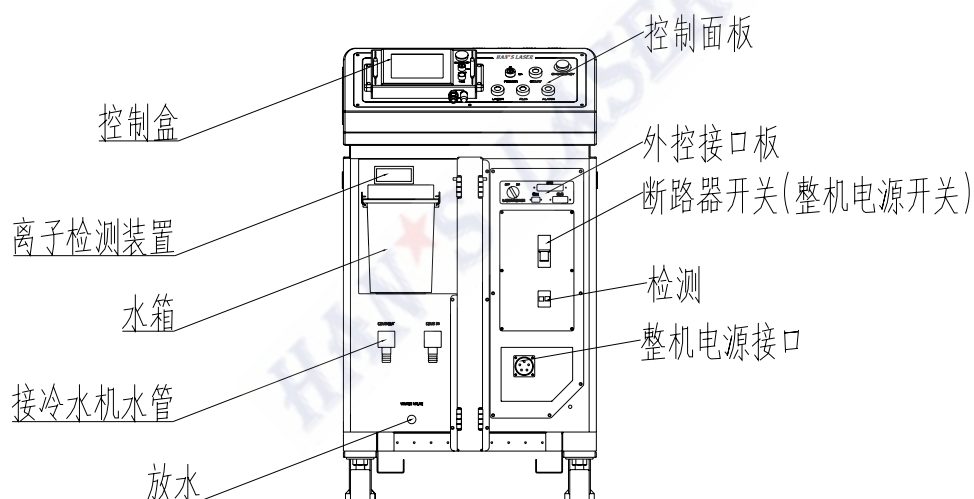

图 4-4 设备外部电气接口图
进行设备外部电气连接时，可参阅设备外部电气接口图，如图 4-4 所示：
- 第一步：**根据图 4-4 外部管线接口图将激光焊接机电气、通讯、保护接地等管线连接好；